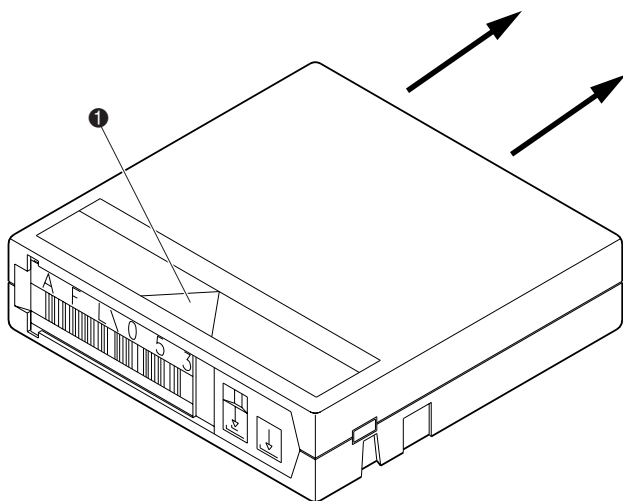

Figura 2-12: Installazione delle cartucce a nastro (cartuccia DLT)
Inserire una cartuccia a nastro in ogni contenitore di memorizzazione fisso (❶ Figura 2-12) in corrispondenza della parte posteriore della libreria e all'interno dello sportello anteriore. Accertarsi che le cartucce siano orientate e posizionate correttamente nei contenitori.